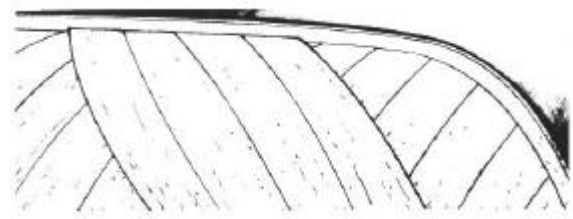

Figura 6-22 Encole la segunda capa de chapas en dirección diagonalmente opuesta a la primera capa.
5. Repita el proceso con la segunda capa (*Figura 6-22*). Empiece el primer chapado en el punto central y con una inclinación de 35° en dirección opuesta a la de la primera capa. Recorte y encole el resto de los chapados.